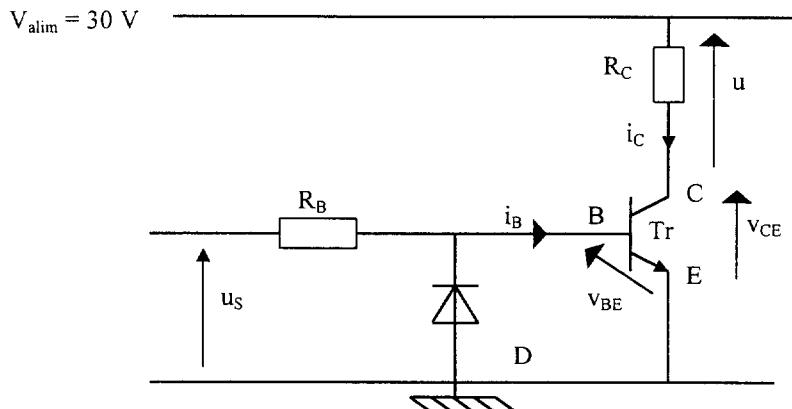
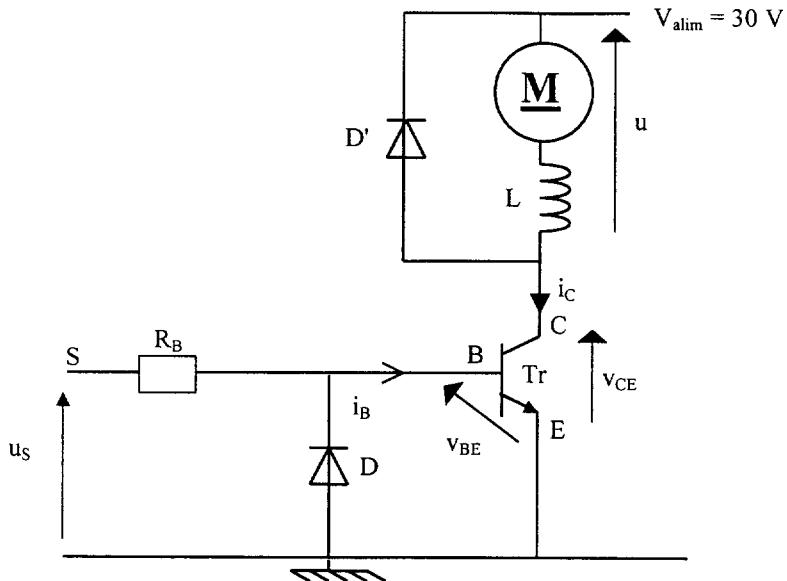

Figure 5
Figure 6
- Le transistor de puissance étudié Tr est représenté sur la figure 5, ci-dessous. Son coefficient d'amplification en courant a pour valeur $\beta = 50$.
- Dans le sous-ensemble (transistor de puissance) étudié au paragraphe B de la partie II, on remplace la résistance R_C (voir figure 5) par un moteur, une inductance de lissage et une diode suivant le schéma représenté figure 6.